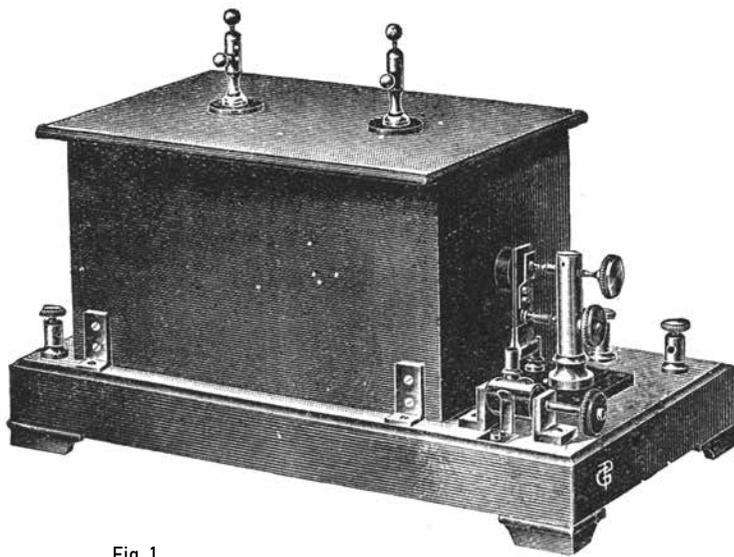

Fig. 1.
1. — Une source d'électricité à haut potentiel. Bobine ou transformateur. — Les bobines, utilisées seulement dans les petits postes, doivent être d'un modèle spécial, comme celle que représente la figure 1 à grand isolement et à fil secondaire assez gros pour fournir du courant de quantité en même temps que du courant de tension. L'étincelle fournie doit être non seulement longue, mais chaude, chevelue ou chenillée.